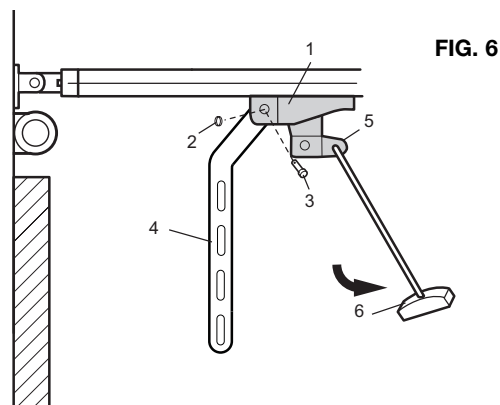

FIG. 6
- Tirare saldamente la fune o maniglia dello sblocco manuale verso il basso e all'indietro e in tal modo staccare il carrello esterno da quello interno (Fig. 6).